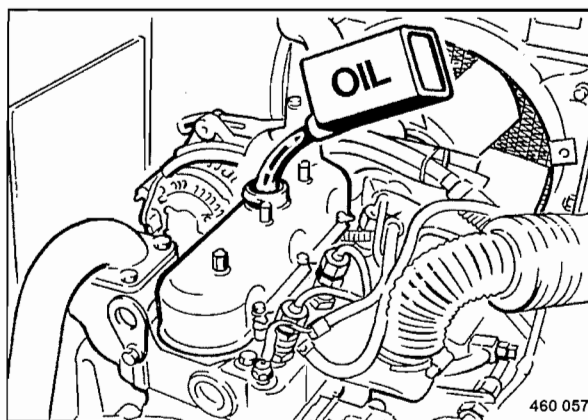

Fig. 92
- Rellenar con nuevo aceite de motor (Fig. 92).